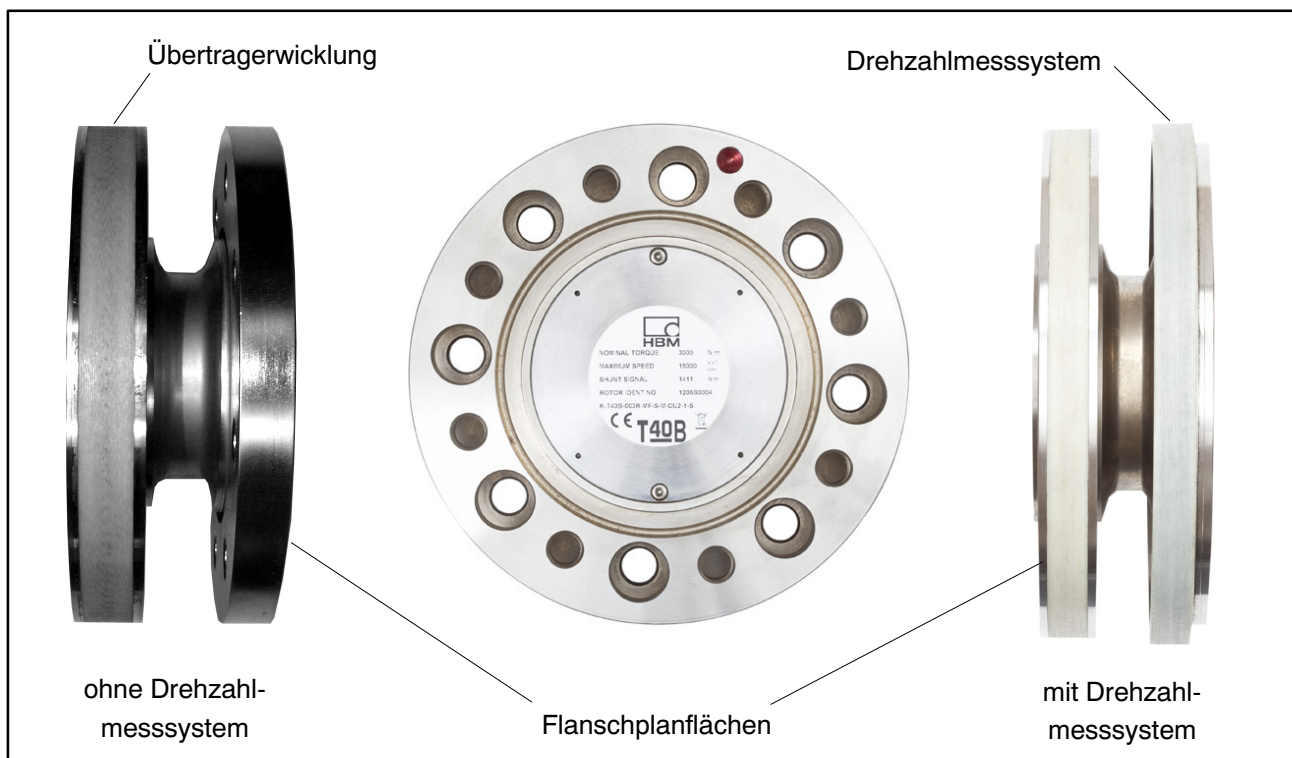

Abb. 4.9: Verschraubung des Rotors
2. Verwenden Sie für die Verschraubung des Rotors (siehe Abb. 4.9) sechs bzw. acht Innensechskantschrauben DIN EN ISO 4762 der Festigkeitsklasse nach Tabelle 4.1 in geeigneter Länge (abhängig von der Anschlussgeometrie, siehe Tabelle 4.1 auf Seite 78).